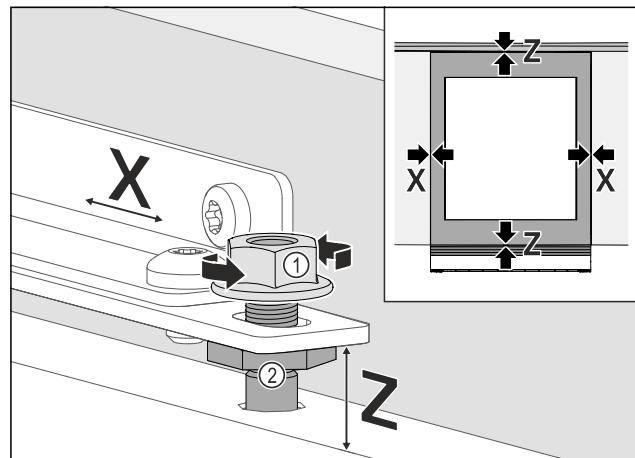

Fig. 102
► 侧向对齐家具门：松开锁紧螺母 Fig. 102 (1)，沿 X 方向移动家具门。
► 拧紧锁紧螺母 Fig. 102 (1)。
- ▶ 沿高度 Z 方向和侧向倾斜方向对齐家具门：调节调整螺柱 Fig. 102 (2)。